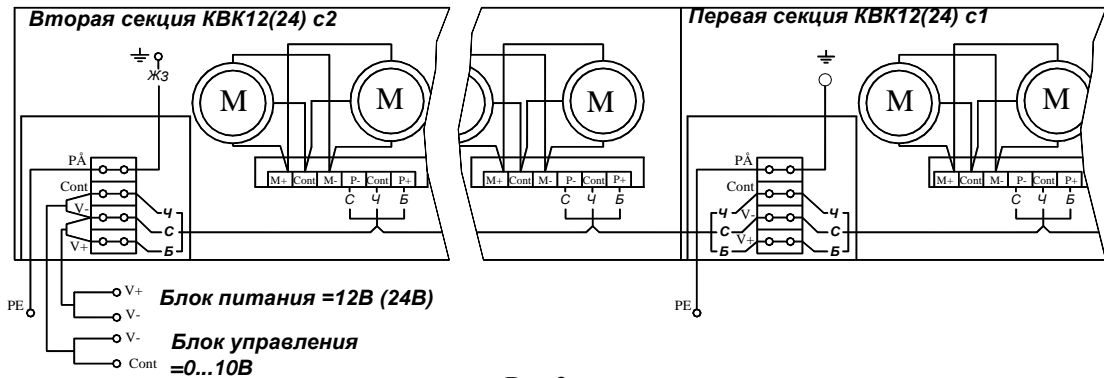

Рис.3
5.6. Для базового исполнения конвектора произвести электрическое подсоединение конвектора к источнику питания и управляющего напряжения Рис.3.